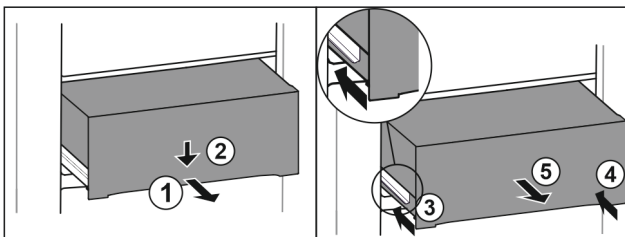

Fig. 156
- ▶ Schubfach halb herausziehen. Fig. 156 (1)
- ▶ Schubfach an der Vorderseite nach unten drücken. Fig. 156 (2)
- ▶ Linke Schiene etwa 2 cm einschieben. Fig. 156 (3)
- ▶ Rechte Schiene etwa 2 cm einschieben. Fig. 156 (4)
- ▶ Schubfach nach vorne entnehmen. Fig. 156 (5)